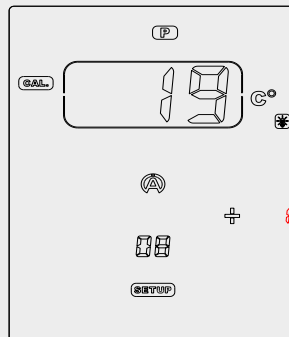

Figure 24
- 3) ボタン V A で表示されている温度が基準温度に対応するように「FRAME」の温度を調整します (figure 24)